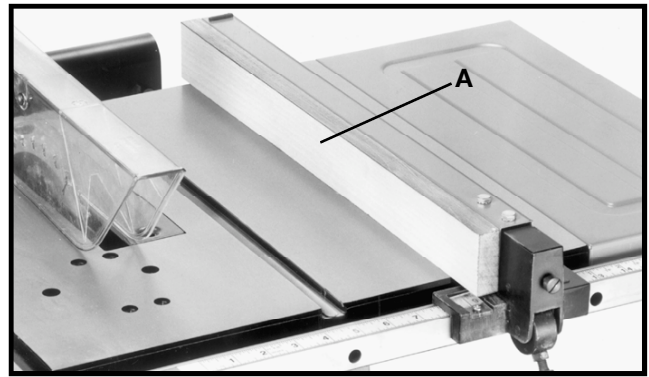

Fig. 50
Pour certaines opérations spéciales, il est nécessaire de placer des planches de repères (A) fig. 50 sur un côté du guide, ou sur les deux. Fixer la planche de repère sur le guide en mettant des vis dans les trous du guide. La plupart du temps, une pièce de 19 mm (3/4 po) sera nécessaire, parfois 25,4 mm (1 po).